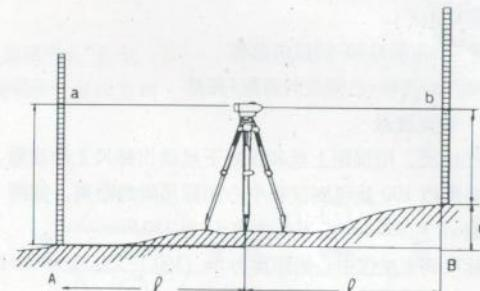

图 5
4.1.4 A、B 两点高差值为 a-b（如图 5 所示）。